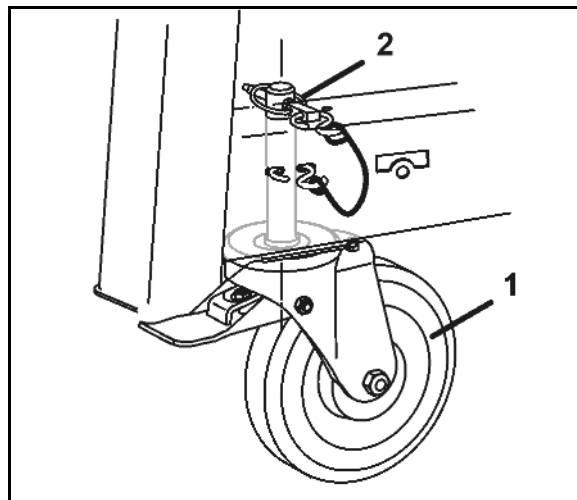

Bild 43
2. Montera utloppsbräddan (Bild 43/1) med fästskruvarna (Bild 43/2).